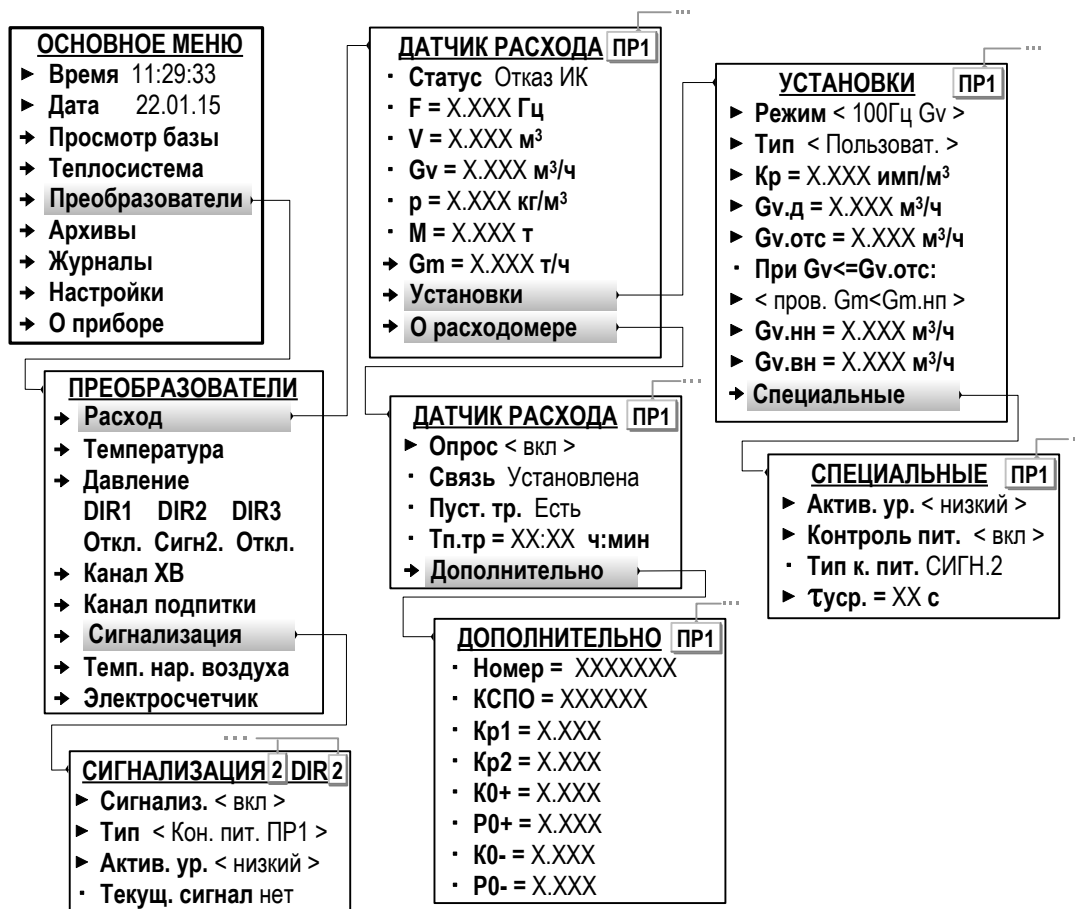

Рис.24. Вид меню установочных параметров ПР (режим СЕРВИС).
Отсутствие сигнала соответствующего уровня от ПР в течение **τпров** определяются как **Отказ ИК** (Отказ измерительного канала – меню **Преобразователи / Расход** параметр **Статус**, рис.24).
Контроль питания расходомера также может быть назначен в меню **Преобразователи / Сигнализация** (рис.24). В этом случае в меню **Преобразователи / Расход / Установки / Специальные** будет индцироваться строка **Тип к. пит. СИГН.1(2,3)**.
7.5.2.4. Для ПР, физически подключенных к входу «RS-485.ПРИБОР» и программно подключенных к ТВ по интерфейсу RS-485 (п.7.3.4.3) в меню **О расходомере** (рис.24) появляются дополнительные строки: